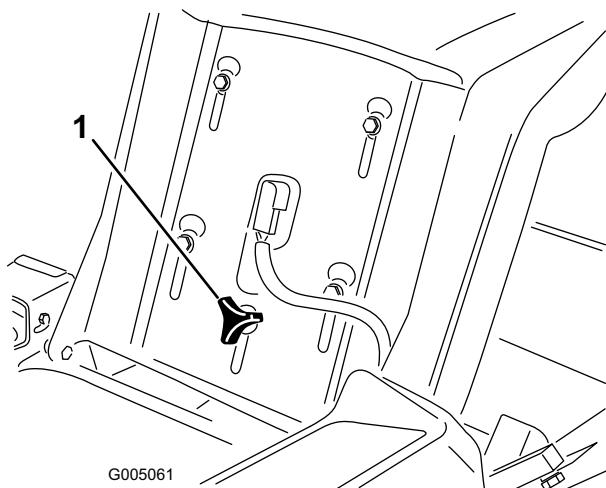

Figure 15
1. Soulevez le siège et desserrez le bouton de réglage jusqu'à ce que vous puissiez déplacer le siège (Figure 15).